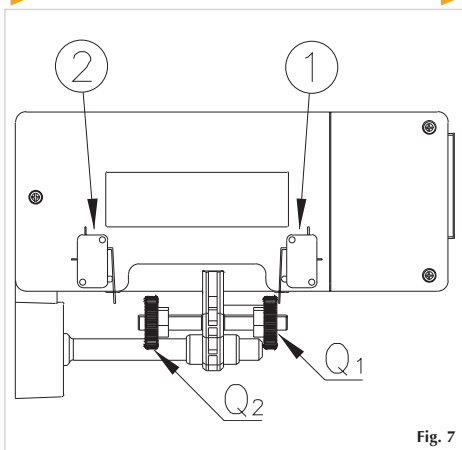

Fig. 7
- 18) Après avoir effectué l'installation mécanique et les contacts électroniques, procéder avec le réglage des fins de course comme indiqué en fig.7.
- 18) After having installed the mechanical parts and electrical connections, proceed to the regulation of the limit switches as shown in figure 7.
- 17) Cerrar el final de carrera a través de la cobertura de plástico (N) y luego apretar con los dos tornillos (O), verificar la correcta disposiciòn de los cables (ver gráfico 5). En presencia de motor con electrofreno, retire el pasador (P) de la cobertura de plástico (ver gráfico 6).
- 18) Después de haber efectuado la instalaciòn mecanica y los contactos electricos proceder a regular el movimiento final del cierre como mues la fig.7.